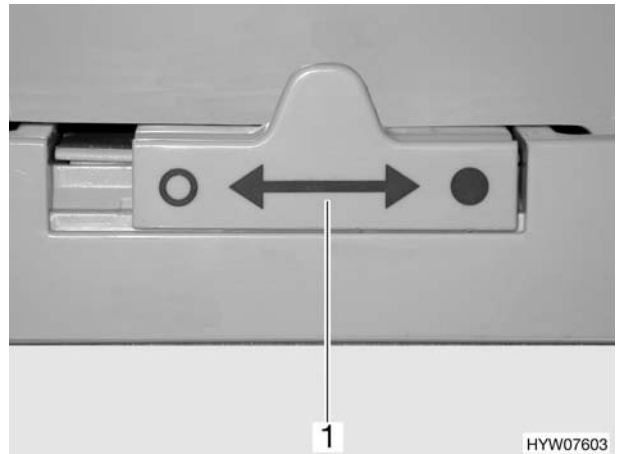

Bild 147 Verriegelung der Kühlschranktür
- Verriegelung (Bild 147,1) nach links "○" schieben.
- Verriegelung (Bild 147,1) ganz nach rechts "●" schieben.